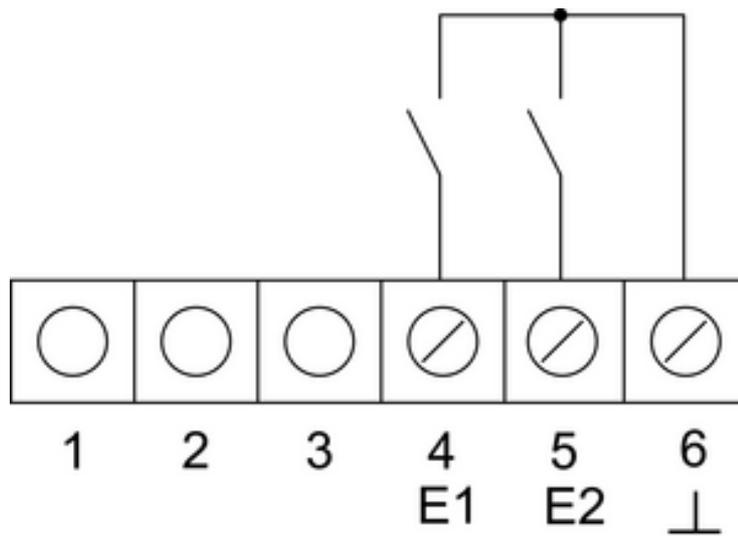

Bild 3: Anschluss Binäreingänge
- Abdeckung (4) abnehmen.
- Klemmen-Einsatz (1) und Elektronik-Aufsatz (3) voneinander trennen.
- Busleitung an die Anschlussklemme (9) im Klemmen-Einsatz einstecken.
- Binäreingänge: Fensterkontakte, Schließer- oder Öffner-Taster an Klemmen 4, 5 und 6 der Anschlussleiste (8) anschließen (Bild 3).
- Klemmen-Einsatz (1) in Gerätedose einsetzen. Auf Beschriftung **OBEN / TOP** achten. Der Busanschluss muss unten rechts liegen.
- Design-Rahmen (2) auf den Klemmen-Einsatz (1) aufsetzen.
- Elektronik-Aufsatz (3) lagerichtig in den Klemmen-Einsatz einsetzen.
- Elektronik-Aufsatz mit Sicherungsschraube (6) befestigen.
- Abdeckung (4) wieder aufsetzen